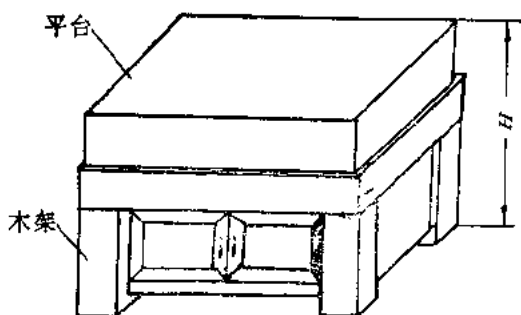

图 3
1. 划线平台的结构：划线平台如图3所示，它的表面是立体划线的基准面。平台分有整体（中、小）平台和拼体（大型）平台。